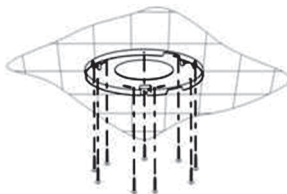

Рис. 2
4. Просверлите на потолке 9 отверстий, используя монтажную панель. К деревянным потолкам крепите монтажную панель с помощью 9 винтов ST6 X 40 мм, а к бетонным потолкам крепите панель с помощью 6 анкерных болтов для бетона. См. рис. 2.